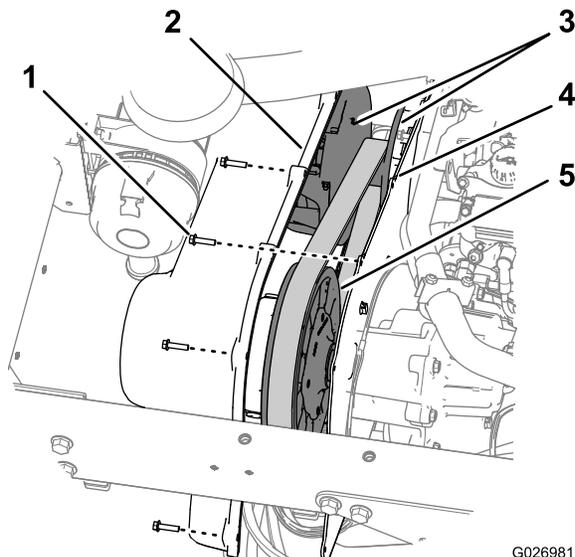

Figure 74
1. Retirez les 9 boulons à embase hexagonale (1/4 x 1 po) qui fixent le couvercle de la transmission à la plaque de montage (Figure 74).
5. Alignez les trous du couvercle de la transmission sur ceux de la plaque de montage (Figure 74).
6. Fixez le couvercle à la plaque de montage (Figure 74) au moyen des 9 boulons à embase hexagonale (1/4 x 1 po) que vous avez retirés à l'opération 1, et serrez les boulons à un couple de 10,2 à 12,4 N m.